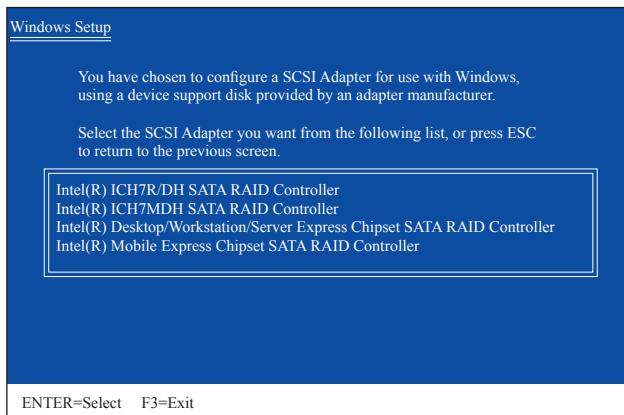
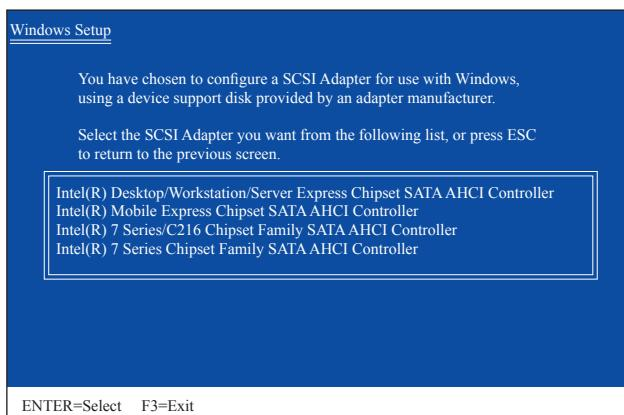

図3
図4
SATA RAID/AHCIドライバを含むフロッピーディスクを挿入し、<Enter>を押します。次に、以下の図3のようなコントローラメニューが表示されます。Intel(R) Desktop/Workstation/Server Express Chipset SATA RAID Controllerを選択し、<Enter>を押します。AHCIモードの場合、キーボードの矢印キーを使用して Intel(R) 7 Series/C216 Chipset Family SATA AHCI Controllerアイテムにスクロールし、<Enter>を押します(図4)。